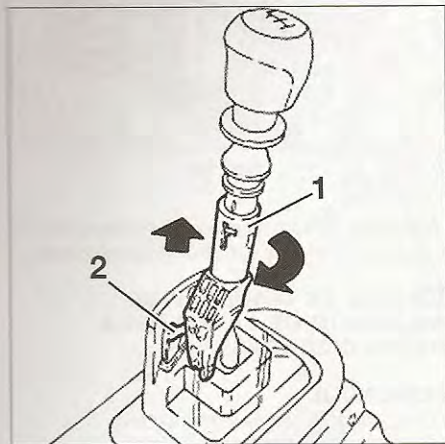

fig. 18
- Levantar el inhibidor (1) girándolo 90° en sentido horario y bajarlo hasta bloquearlo en su alojamiento (2) (fig. 18).